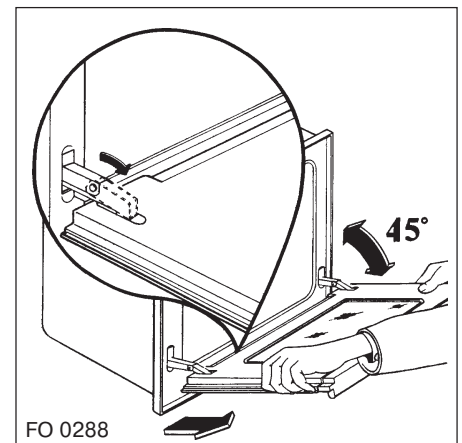

Рис. 6
2. найдите две петли, с помощью которых она крепится к корпусу духового шкафа (см. рисунок 6);
3. разблокируйте и поверните маленькие рычажки, расположенные в обеих петлях (см. рисунок 6);
5. осторожно выньте дверцу, потянув на себя (см. рисунок 6)